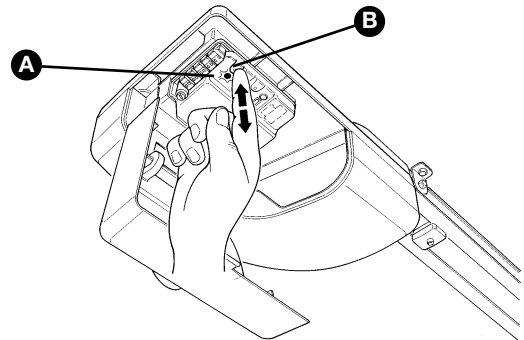

Abbildung 86
- 1 Taste P1 **[B]** (Abbildung 86) an der Steuerung drücken und gedrückt halten.